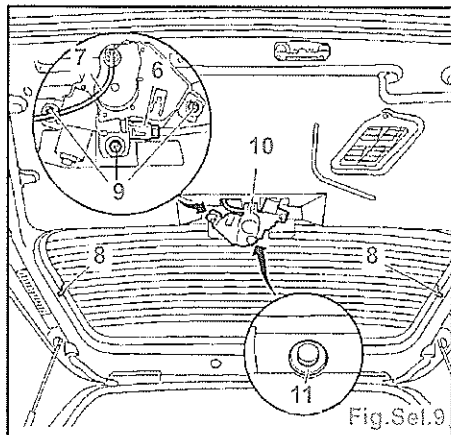

Fig.Sel.9
- les vis (2),
- les poignées (3),
- la garniture supérieure (4),
- la garniture inférieure (5).
- Débrancher (Fig.Sel.9) :